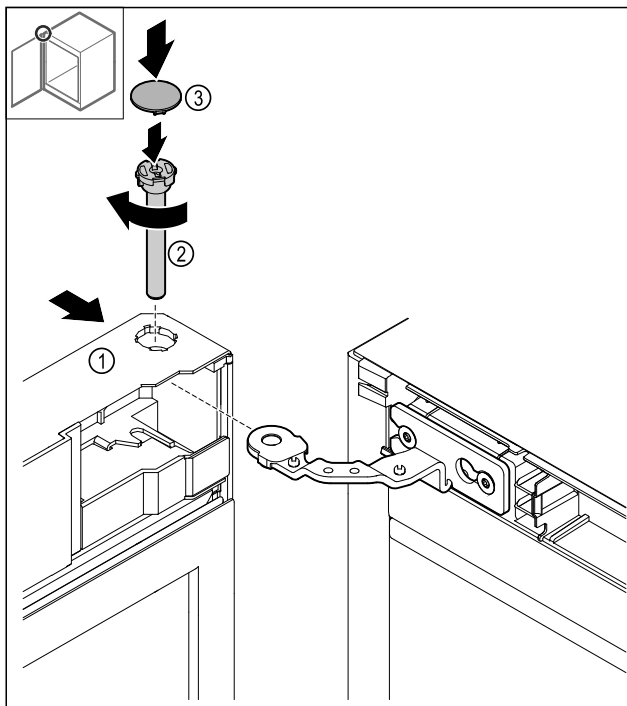

Fig. 46
- Felül tolja az ajtót Fig. 46 (1) a zsanérra.
- A csapot Fig. 46 (2) dugja be, és az óra járásával egyező irányban húzza meg.
- Helyezze fel a fedelet Fig. 46 (4).